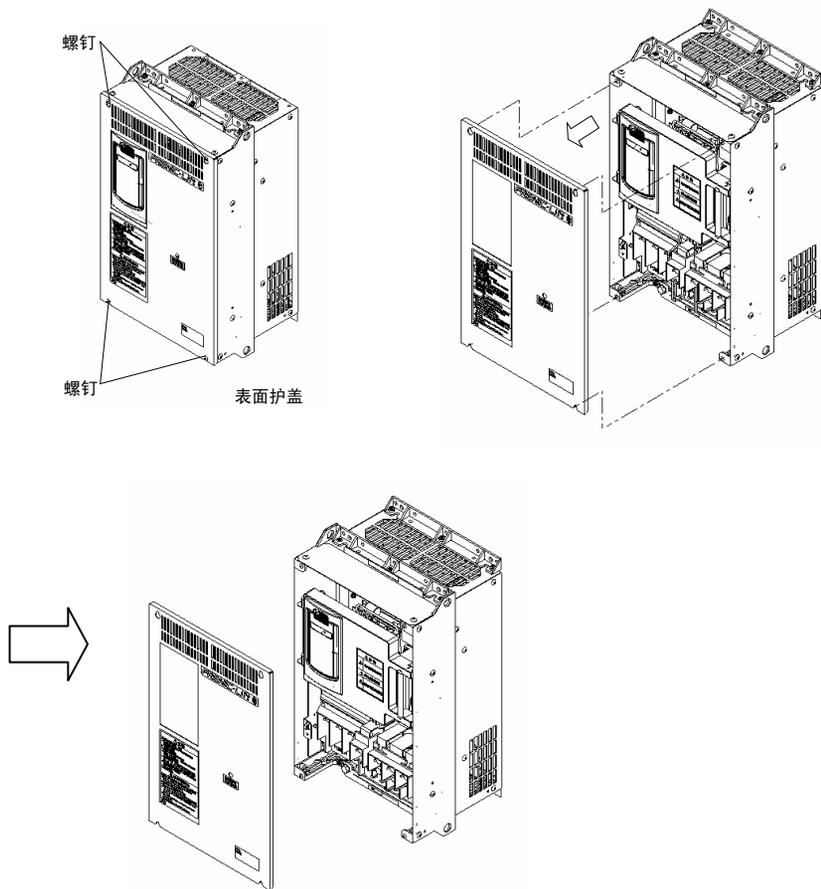

图 2.7 护盖的取下、安装（FRN30LM1S-4□的情况）
- ② 安装时，将表面护盖上部对准护盖的孔，请按图 2.7 所示的相反步骤进行。